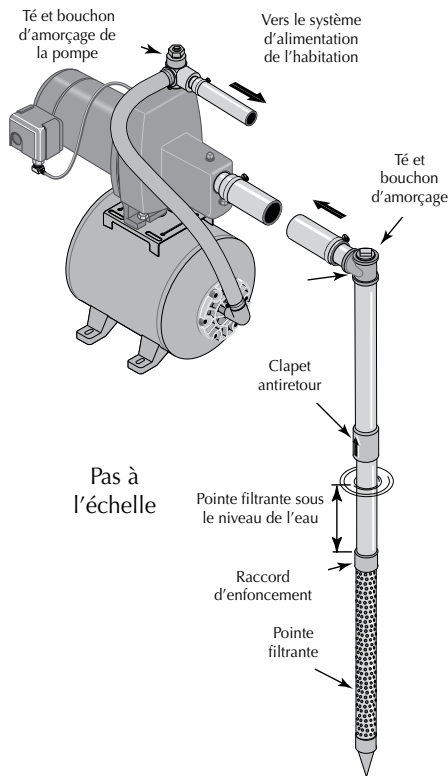

Figure 1 : Branchement sur une pointe filtrante
Installer un clapet antiretour aussi près que possible des installations du puits. Un clapet de pied doit être installé dans le puits en cas de puits creusé ou tubé. Consulter les figures 1 et 2. Pour les longs acheminements de tuyaux horizontaux, installer un clapet antiretour aussi près que possible (tous types de puits).
Installation de la pointe filtrante (Figure 1)
- 3 ° Utiliser le moins possible de raccords (en particulier des coudes) lorsque l'on branche la tuyauterie de la pointe filtrante sur l'orifice d'aspiration de la pompe. Le diamètre du tuyau d'aspiration doit être au moins aussi grand que le diamètre de l'orifice d'aspiration de la pompe (y compris le clapet anti-retour si la pompe n'en comporte pas un - voir la Figure 1). Supporter le tuyau de façon qu'il ne soit pas cintré afin qu'il n'exerce pas de contraintes sur le corps de la pompe; de plus, il doit être légèrement incliné vers le haut, du puits jusqu'à la pompe (les points hauts risquent de causer des poches et des bouchons d'air dans la pompe). Rendre étanches les raccords du tuyau d'aspiration avec du ruban d'étanchéité en PTFE pour filetage. Les raccords doivent être étanches à l'air et à l'eau. Si le tuyau d'aspiration aspire de l'air, la pompe ne pompera pas l'eau du puits. Si une pointe filtrante ne fournit pas suffisamment d'eau, considérer brancher deux ou trois pointes filtrantes sur un même tuyau d'aspiration.